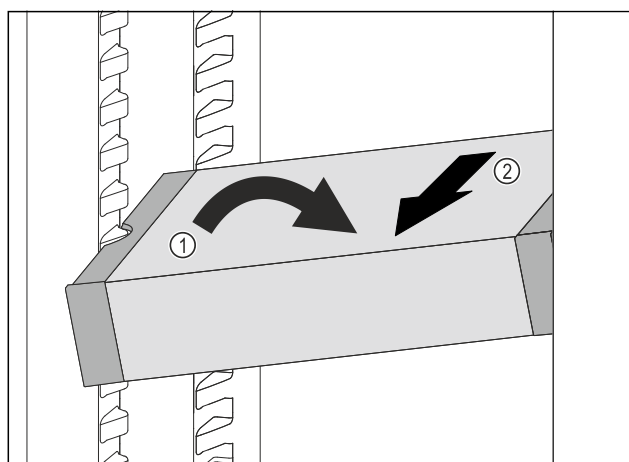

Fig. 141
- 在冷藏区中倾斜 VarioSafe。Fig. 141 (1)
- 向前取出 VarioSafe。Fig. 141 (2)